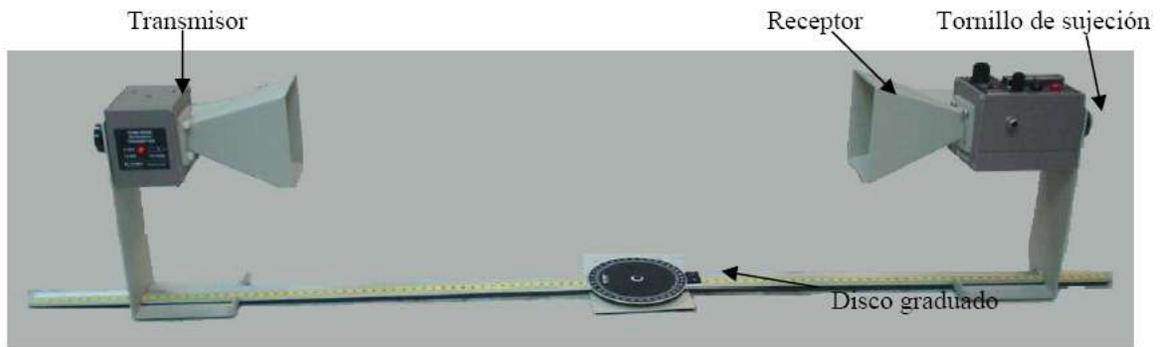

Figura 9.1 Equipo de microondas
- a) Arme el dispositivo de la figura 9.1.